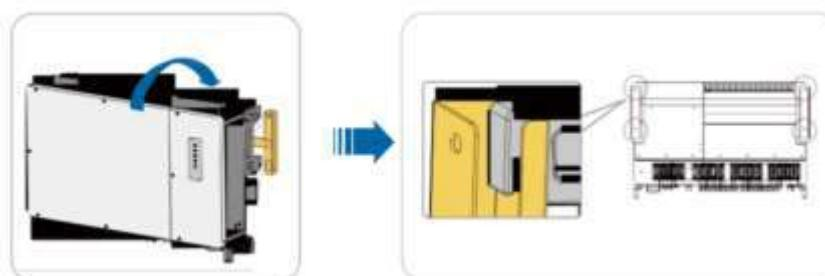

Fig. 4-13 Cuelgado el inversor
- 6) Cuelgue el inversor en el soporte de montaje y asegúrese de que las orejas de montaje se enganchen perfectamente con el soporte de montaje (Fig. 4-13).
- 7) Cuelgue el inversor en el soporte de montaje y asegúrese de que las orejas de montaje se enganchen perfectamente con el soporte de montaje (Fig. 4-13).